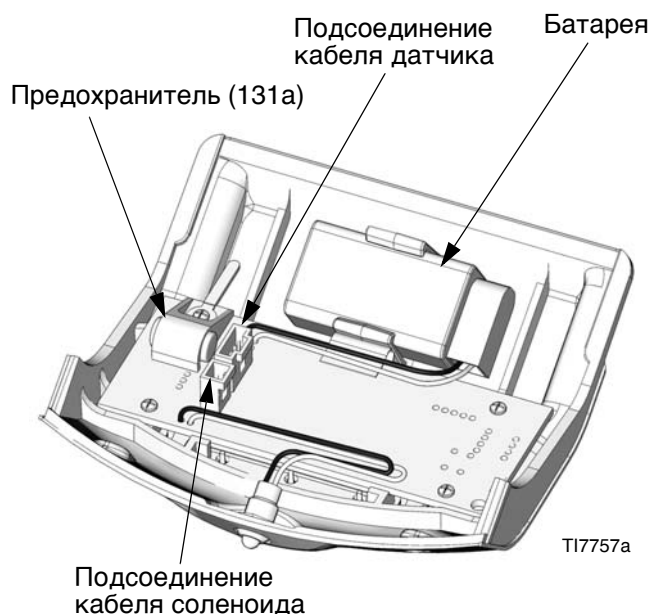

Рис. 5. Расположение батареи и плавкого предохранителя в модуле DataTrak
2. Отсоедините кабели разгонного соленоида и датчика от платы модуля. См. Рис. 5
3. Унесите модуль DataTrak (131) в безопасное место.